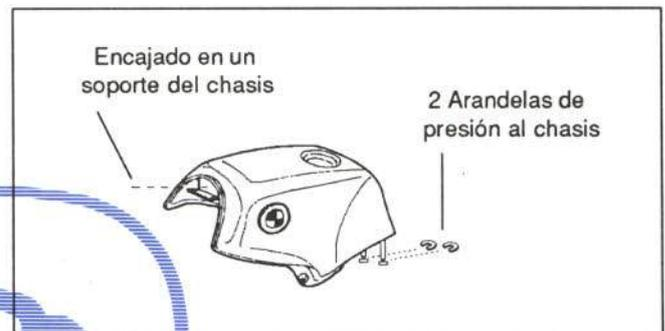

Figura 30.- Unión del depósito de combustible
- Depósito de combustible (figura 30)
En la figura 30 se detalla la unión del depósito.